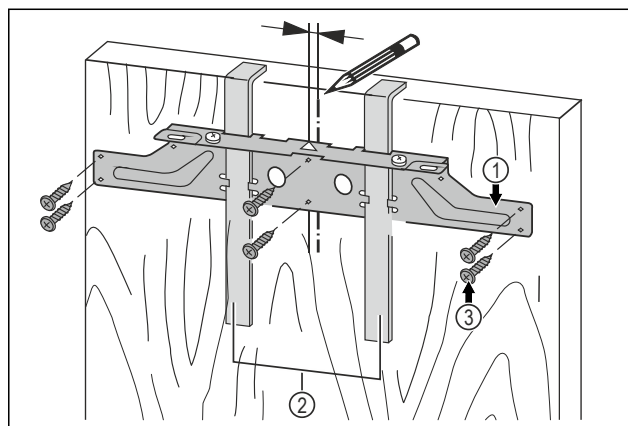

Fig. 22
- Aligner la traverse de fixation Fig. 22 (1) au centre de la porte.
- Bande gauche : déplacer la traverse de fixation Fig. 22 (1) de 6 mm (1/4 in) vers la gauche.
- Bande droite : déplacer la traverse de fixation Fig. 22 (1) de 6 mm (1/4 in) vers la droite.